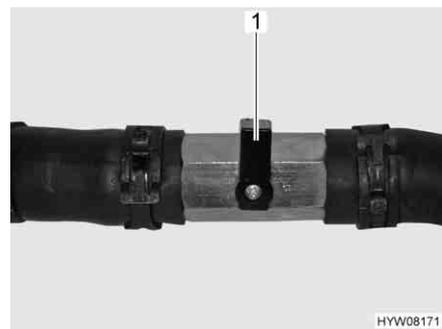

Fig. 187 Llave de paso cerrada
- Poner la palanca (Fig. 187,1) transversalmente a la tubería.